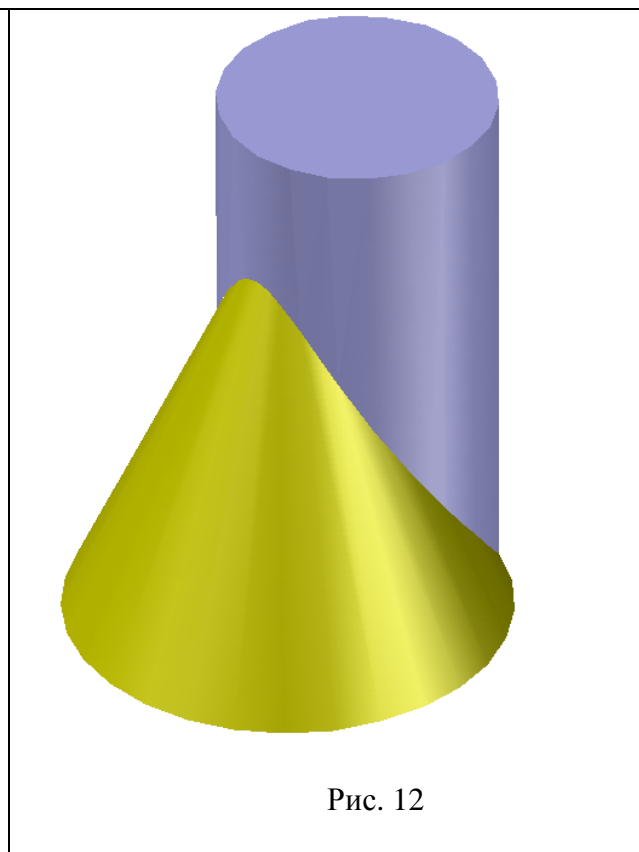

Рис. 12
9. Выполнить визуализацию конуса и цилиндра (меню **Вид** → **Визуальные стили** → **Реалистичный**). Результат на рис. 12.
- на экране дисплея в пространстве модели, в котором производились построения, стереть все изображения, кроме показанного на рис. 12;
- появиться шаблон А4 с пустым полем. Для того, чтобы вытянуть на него изображение тела дважды щелкнуть мышью внутри зеленого прямоугольника, контур его выделится толстой линией (т. е. рабочая зона активируется). Затем последовательно активировать меню **Вид** → **Зуммирование** → **Границы**. На экране в границах зеленой зоны появиться вид сверху созданной модели. Выделим модель и щелкнем на панели **Вид** по кнопке **Ю-З изометрия** (). На экране получим 3D-изображение. Чтобы сделать его, как на рис. 12, необходимо повторить п. 9;